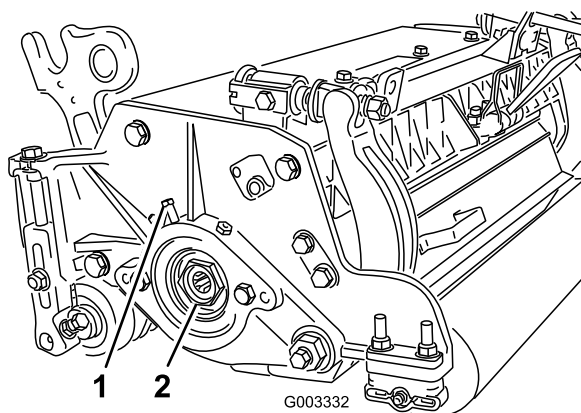

Figura 31
- A. Desaperte o parafuso do conjunto externo segurando a porca de ajuste do rolamento localizado no lado esquerdo da unidade de corte (**Figura 31**).